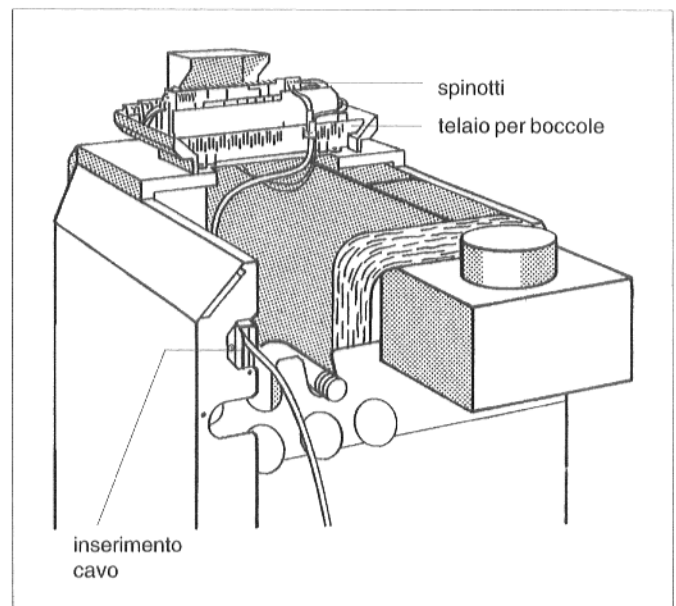
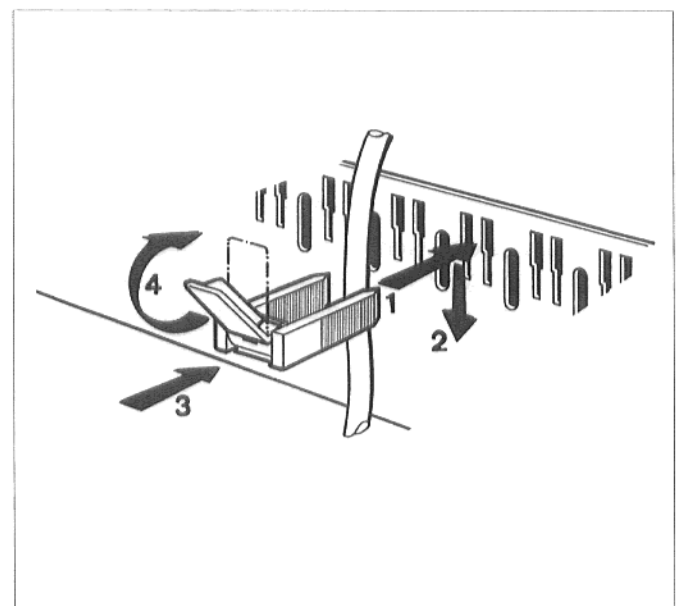

Fig. 18: Boccola passacavo e collegamenti a spina
Fig. 19: Fissare i cavi con fascette per cavi
- Eseguire i collegamenti elettrici tra l'impianto messo a punto dal committente ed i collegamenti a spina sulla base del relativo schema. (Fig. 18).
Stendere i cavi fino all'apparecchio di regolazione facendoli passare dalla parte posteriore attraverso la boccola passacavo (Fig. 18).
- Assicurare tutti i cavi utilizzando fascette per cavi: inserire da sopra i fermagli con introdotto cavo di collegamento nel telaio portafermagli (Fig. 18); la linguetta della levetta deve indicare verso l'alto. Spingere verso il basso la fascetta per cavo e premervi contro. Alzare verso l'alto la levetta (Fig. 19).